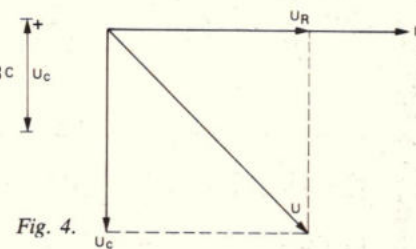

Fig. 4.
a. De spanning  $U_R$  op de weerstand is in fase met de stroom  $I$  (zie fig. 4). Omdat het faseverschil tussen  $U$  en  $U_c$  gelijk is aan  $\pi/4 \text{ rad} = 45^\circ$ , is de grootte van  $U_c$  gelijk aan die van  $U_R$ , terwijl  $U_c$  in fase  $90^\circ$  achter is t.o.v.  $U_R$ . De som van  $U_R$  en  $U_c$  is de gegeven spanning  $U$ .